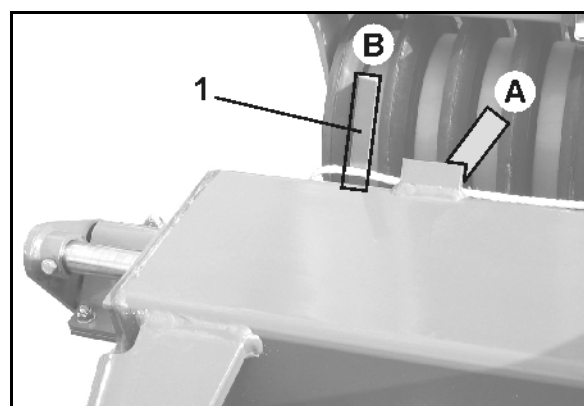

Рис. 29
- Рис. 29 – правая сторона агрегата, поз. В.